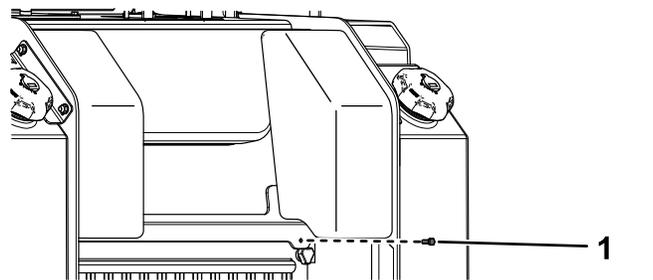

Рисунок 39
1. Снимите фиксатор (Рисунок 39).
2. Чтобы получить доступ к внутренним компонентам, поднимите заднюю крышку доступа и зафиксируйте ее подпорной штангой (Рисунок 39).